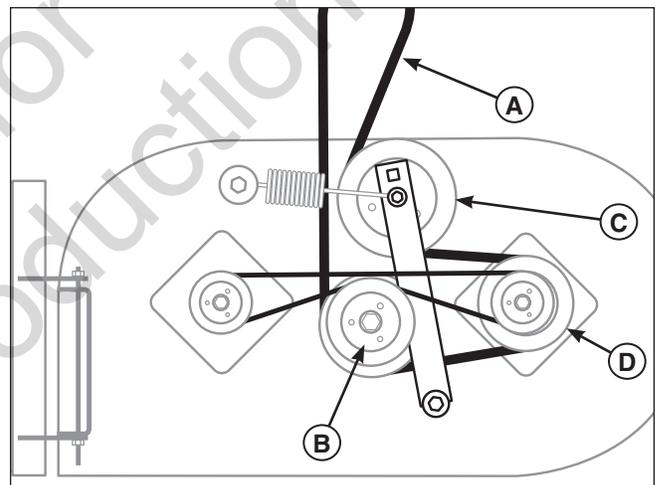

Figura 34. Guía de la Correa de Transmisión de la Plataforma
6. Instale la correa de transmisión de la plataforma (**A, Figura 34**) en la polea de toma de fuerza, la polea loca central (**B**) y la polea loca ajustable (**C**). Asegúrese de que el lado en V de la correa corra por las ranuras de las poleas. No instale la correa de transmisión de la plataforma en la polea del eje izquierdo (**D**) en este momento.
10. Gire cuidadosamente la barra rompedora en el sentido de las agujas del reloj e instale la polea de transmisión de la plataforma en la polea del eje izquierdo. Libere cuidadosamente la tensión en la barra rompedora. Cuando se libera el brazo secundario libre, pondrá a la polea loca fija y la polea loca de correa con forma de invertida (**B & C, Figura 34**) en la posición correcta.